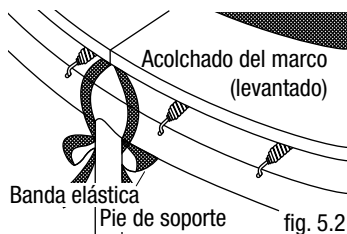

fig. 5.2
- b) Primero ate firmemente las bandas detrás de los pies de soporte. (ver fig. 5.2)